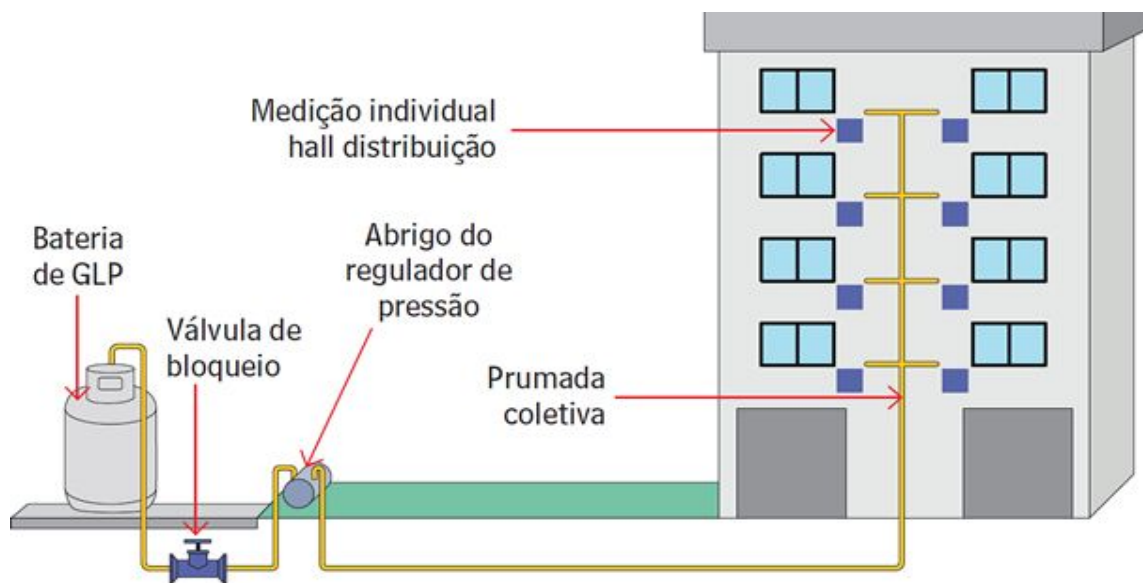

Figura 3 - Prumada coletiva
- Prumada coletiva - medição individual feita no hall (*figura 3*).